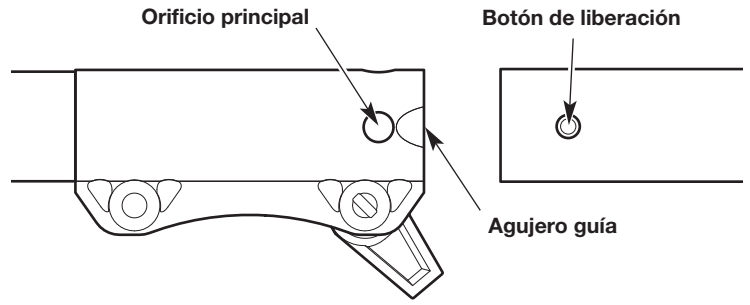

Fig. 12
4. Alinee el botón de liberación con el embutimiento de la guía (Fig. 12).
5. Presione el accesorio directamente dentro del acoplador (Fig. 11) hasta que el botón de liberación encaje a presión firmemente del orificio principal (Fig. 12).
3. Oprima y mantenga apretado el botón de liberación (Fig. 12).